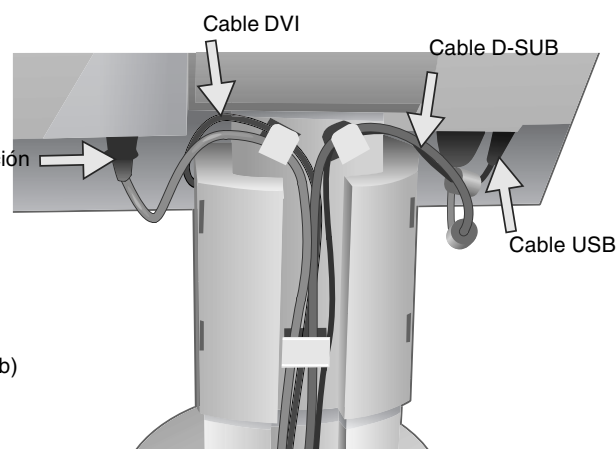

Figura C.2
5. Para manejar los cables sin problemas, coloque cada cable en el conducto en el orden que se indica: Cable de alimentación y cable DVI (**figura C.2**).
6. Introduzca el cable DVI y el cable de alimentación en sus corchetes correspondientes, según se indica en la **figura C.2**.
7. Introduzca el cable D-Sub y el cable USB en sus corchetes correspondientes, como se indica en la **figura C.2**.